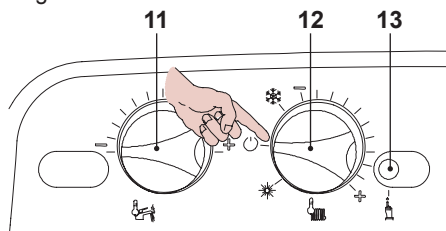

Fig. 7.17
- Per uscire dalla programmazione posizionare il selettore di funzione / manopola regolazione temperatura 12 come indicato in Fig. 7.17.